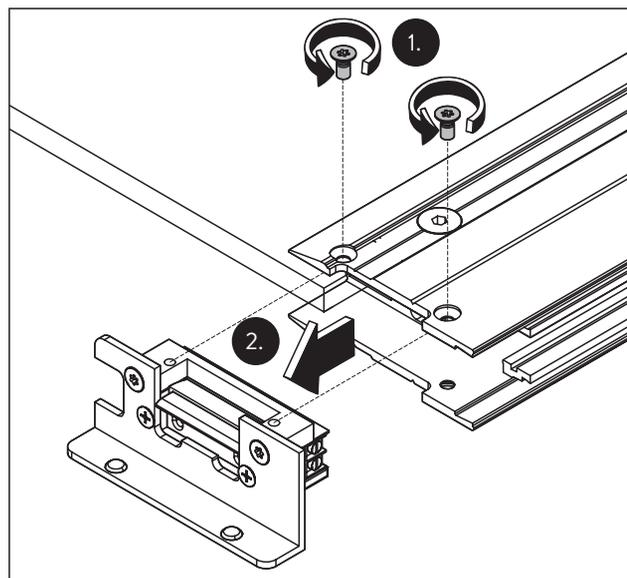

Fig. 49 Estrarre l'apriporta elettrico dal modulo della serratura
1. Svitare le viti ed estrarre l'apriporta elettrico dal modulo della serratura (Fig. 49).